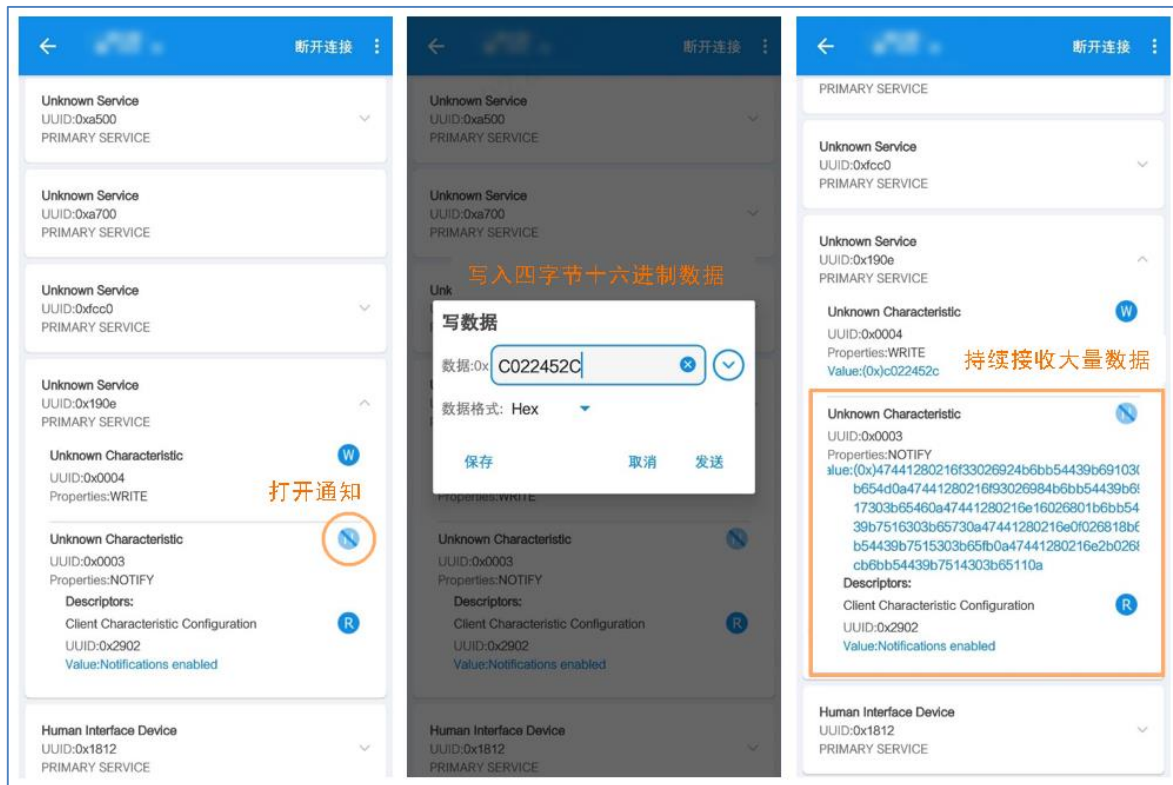

图 2-13 蓝牙透传功能验证 App 界面
2. 当 GRTtoolbox 成功发现服务后，进入服务列表页面。找到 GHealth App 服务，然后打开发送特征的通知功能，如图 2-13 的图 1 所示。
3. 使用接收特征写入四字节的十六进制数据“0xC022452C”，并发送给主控设备，如图 2-13 的图 2 所示。随后，主控设备的绿灯将被点亮并闪烁。
4. 使用发送特征接收数据，先接收到上一步发送的数据“0xC022452C”，随后持续接收数据，如图 2-13 的图 3 所示，即表示蓝牙透传功能已正常工作。